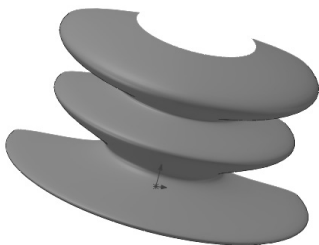
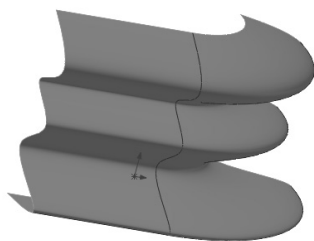

图 9-41 同一曲面类型生成的延伸曲面
图 9-42 线性类型生成的延伸曲面
3) 单击 (确定) 按钮, 生成的延伸曲面如图 9-41 所示。
延伸曲面的延伸类型有两种方式: 一种是“同一曲面”类型, 是指沿曲面的几何体延伸曲面; 另一种是“线性”类型, 是指沿边线相切于原有曲面来延伸曲面。图 9-41 所示是使用“同一曲面”类型生成的延伸曲面, 图 9-42 所示是使用“线性”类型生成的延伸曲面。